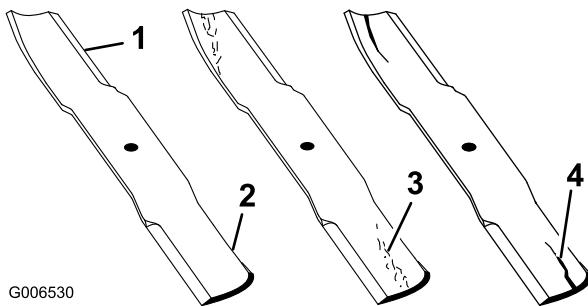

Figura 54
1. Inspeccione los filos de corte (Figura 54).
2. Inspeccione las cuchillas, especialmente la parte curva (Figura 54).
Nota: Si observa daños, desgaste o la formación de una ranura en esta zona (Figura 54), instale inmediatamente una cuchilla nueva.